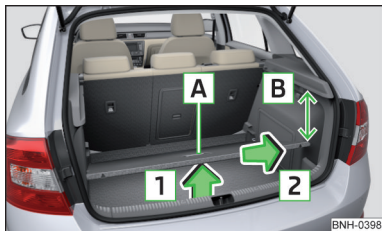

Abb. 98
- › Den variablen Ladeboden am Griff **A** in Pfeilrichtung **1** anheben, sodass sich dessen hinterer Bereich etwa 15 cm **B** unterhalb der Kante der Abdeckung befindet » Abb. 98.
- › Den variablen Ladeboden am Griff **A** » Abb. 98 fassen.
Beim Herausnehmen/Einsetzen des variablen Ladebodens ist der Abstand von 15 cm **B** » Abb. 98 unterhalb der Kante der Abdeckung einzuhalten - anderenfalls besteht die Gefahr einer Beschädigung der Gepäckraumklappendichtung.